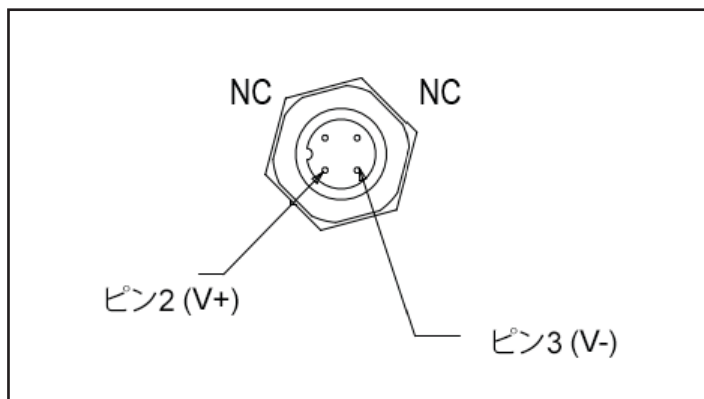

図1-7 M12電源コネクタデバイス側面図
- Ethernet/IP™通信用の「1」および「2」のラベルが付いた入出力M12ネジ付きメスコネクタ (図1-7)。
- デバイスの入口側のアクセスネジの下、M12電源接続のすぐ上にあるRS485診断ポート用の2.5mmメスジャック (図1-7に記載の通り)。
- 「PWR」のラベルが付いた電源用4ピンM12ネジ付きオス (Euro Lock) コネクタ (図1-7)。